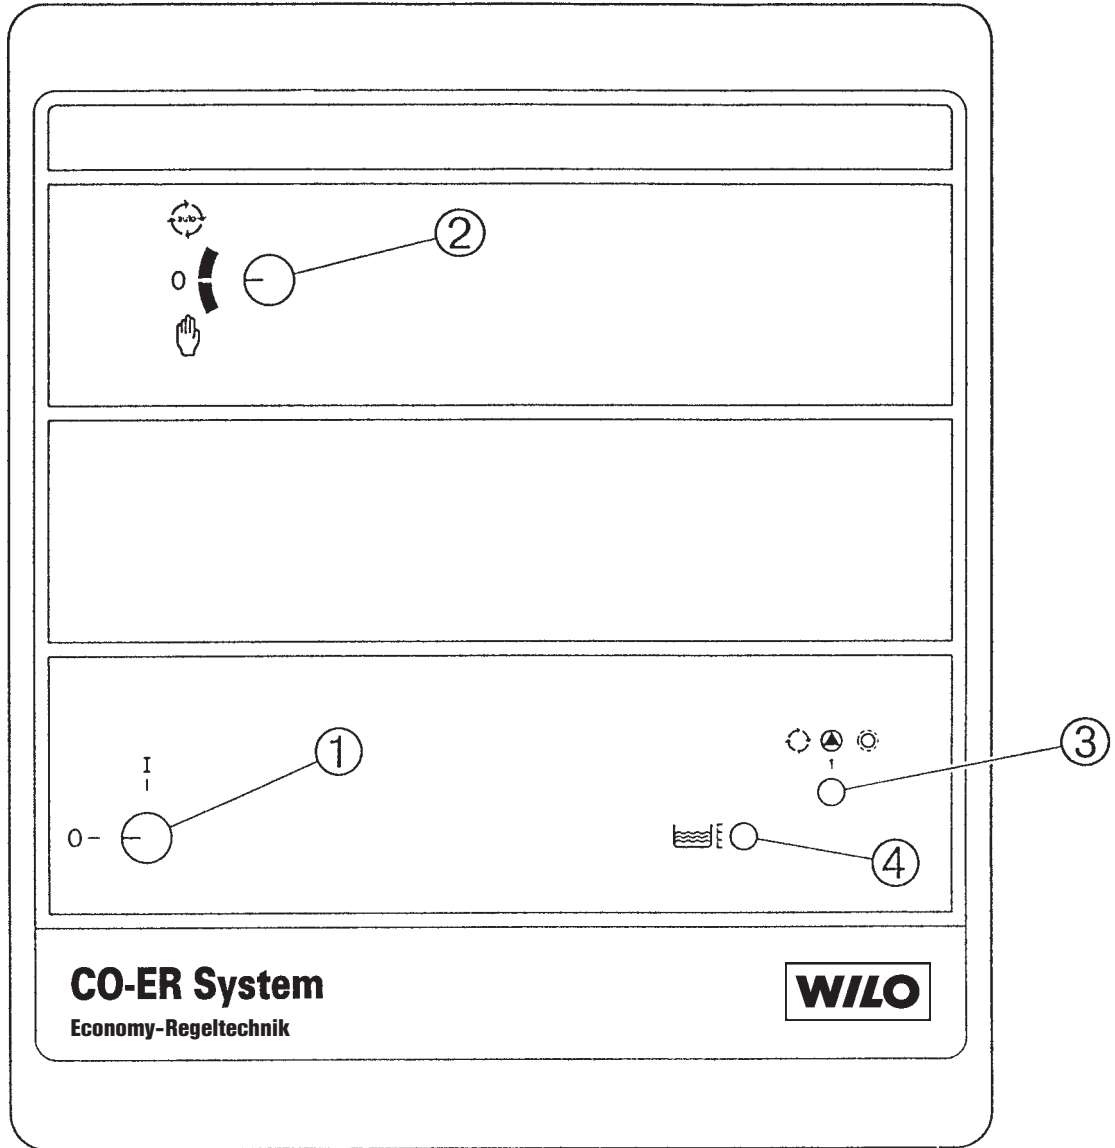

Fig. 1
4.1 Лицевая панель устройства управления (рис. 1)